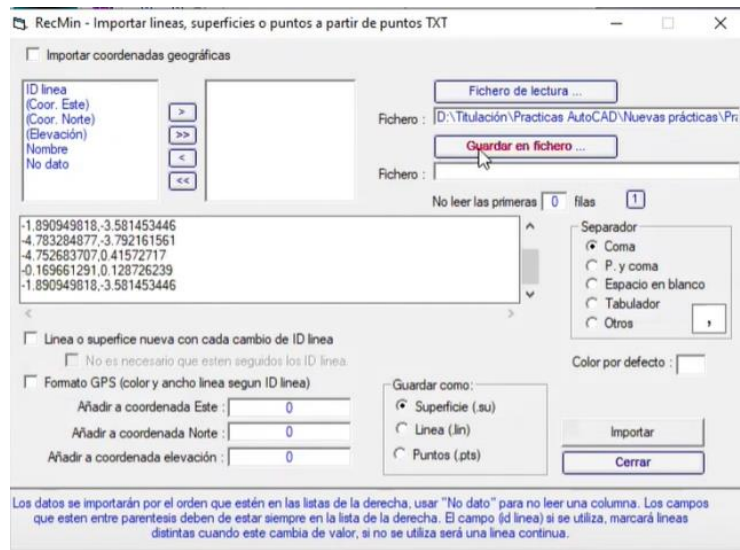
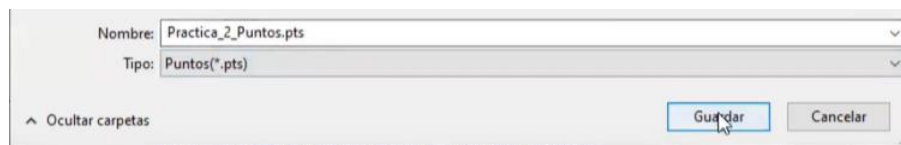

Figura 174. Guardar en fichero.
Figura 175. Archivo por guardar.
29. Nuevamente en la ventana de Importar, presionar clic en el botón “Guardar en fichero de lectura” (figura 174), introducir el nombre con el cual se guardará el archivo y seleccionar la extensión “.pts” (figura 175).